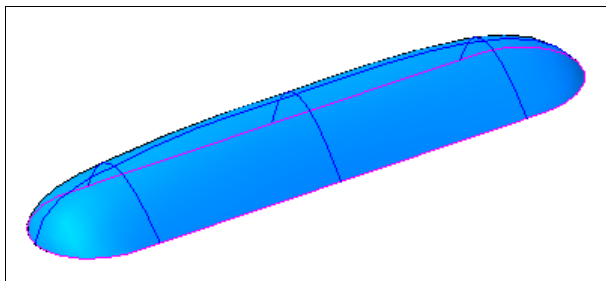

Рис. 30.21. Поверхность по сети кривых с условием сопряжения **По позиции**
- ◆ нажмите кнопку **Создать объект**. У вас должно получиться, как на рис. 30.21. Сохраните как **Проба 3**.